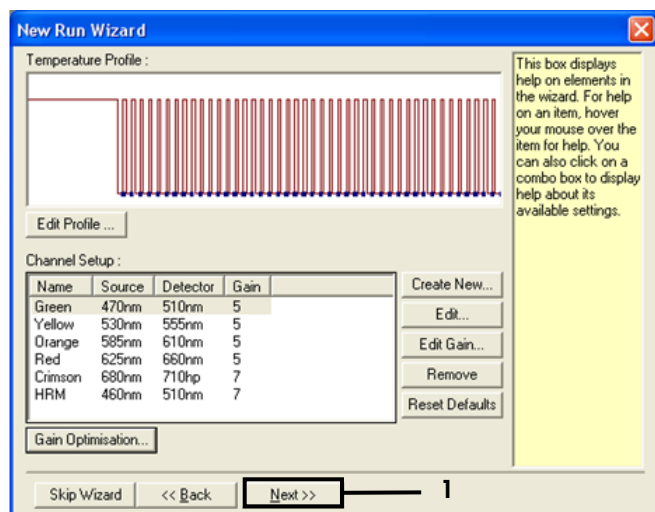

Figura 32. "Next" (Avançar) (1).
15. Clique em "Next" (Avançar) (Figura 32) para salvar o modelo do Kit *therascreen* EGFR RGQ PCR (arquivo *.ret) em uma localização adequada, selecionando "Save Template" (Salvar modelo).